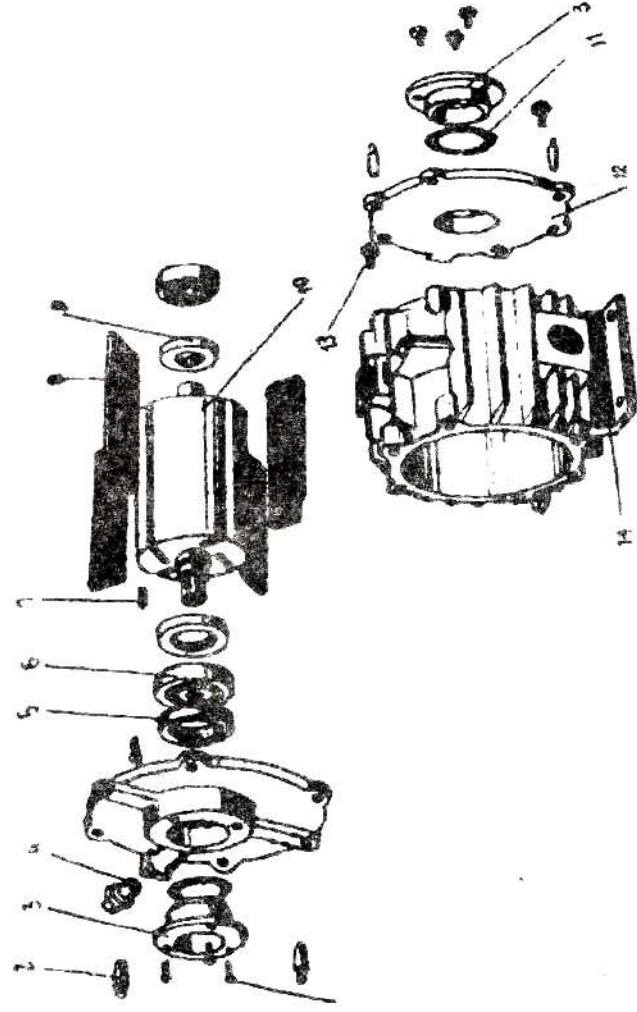

Рис. 2. Насос вакуумный УВД.10.000А-01:
4.1. Конструкция насоса показана (рис. 2 или рис. 2а). Внутри цилиндрического корпуса 14 (рис. 2) вращается ротор 10. Ротор имеет четыре паза, в которых свободно перемещаются текстолитовые лопатки 8. При вращении ротора лопатки периодически погружаются в пазы или выходят из них, изменяя при этом объем между двумя смежными лопатками. Этот объем (считая от наименьшего зазора между корпусом и ротором) за один оборот ротора при всасывании увеличивается, создавая разрежение между лопатками, а затем перед выпуском уменьшается и воздух под давлением выпускается в атмосферу.
Ротор вращается в шарикоподшипниках 6, установленных в посадочных отверстиях крышек 12 (рис. 2). Подшипники со стороны внутренней полости насоса закрыты шайбами 9. Для ориентации крышек относительно корпуса при сборке насоса установлены штифты 2.
Рис. 2а. Насос вакуумный УВА 12.000А: